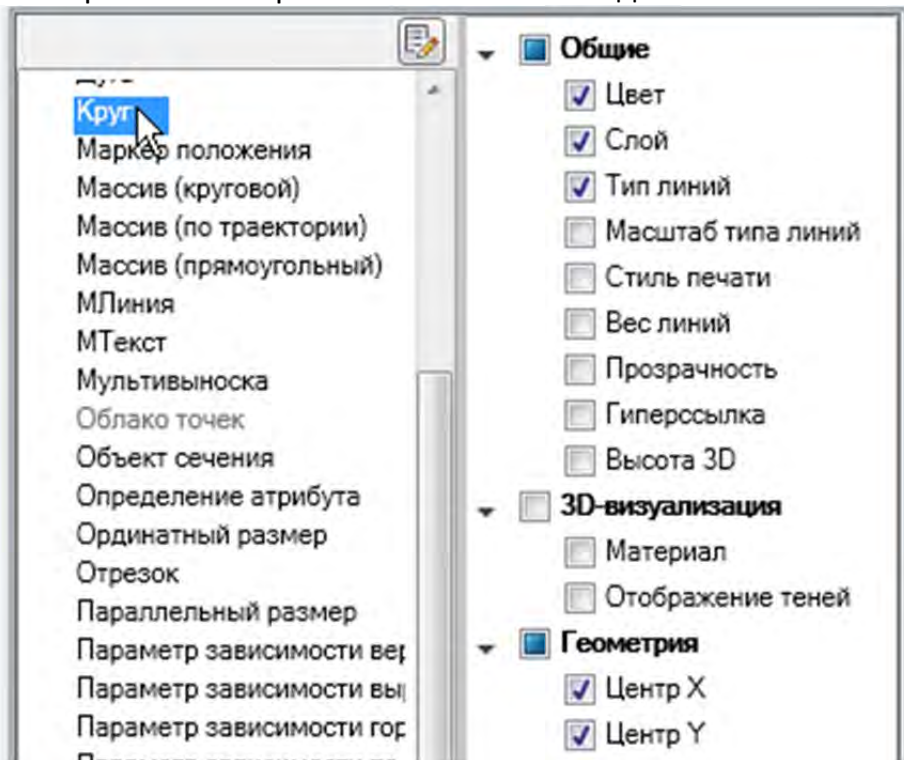

Рисунок. 2.20 – Панель объекты
2. На панели «Объекты» (в правой части окна адаптации рисунок 2.20) выберите